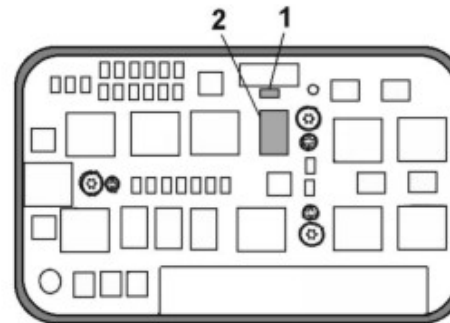

Bild 7.
Tryck positioneringsstiften (2) nedåt med lämpligt verktyg fram till anslaget. Dra åt de 3 skruvarna ("1" i bild 7).